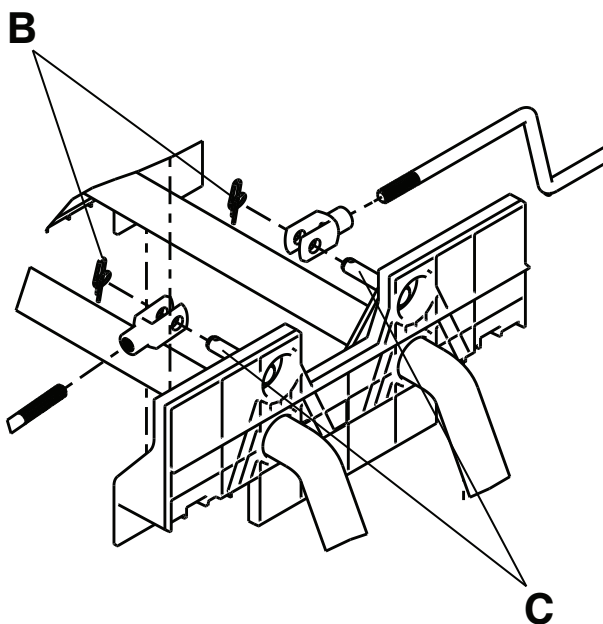

Figure 13 – Retirer les goupilles bêta des goujons
5. Retirer les goupilles bêta (B) des goujons (C) sur l'ensemble soudé de la pédale de déblocage de la commande latérale Figure 13.